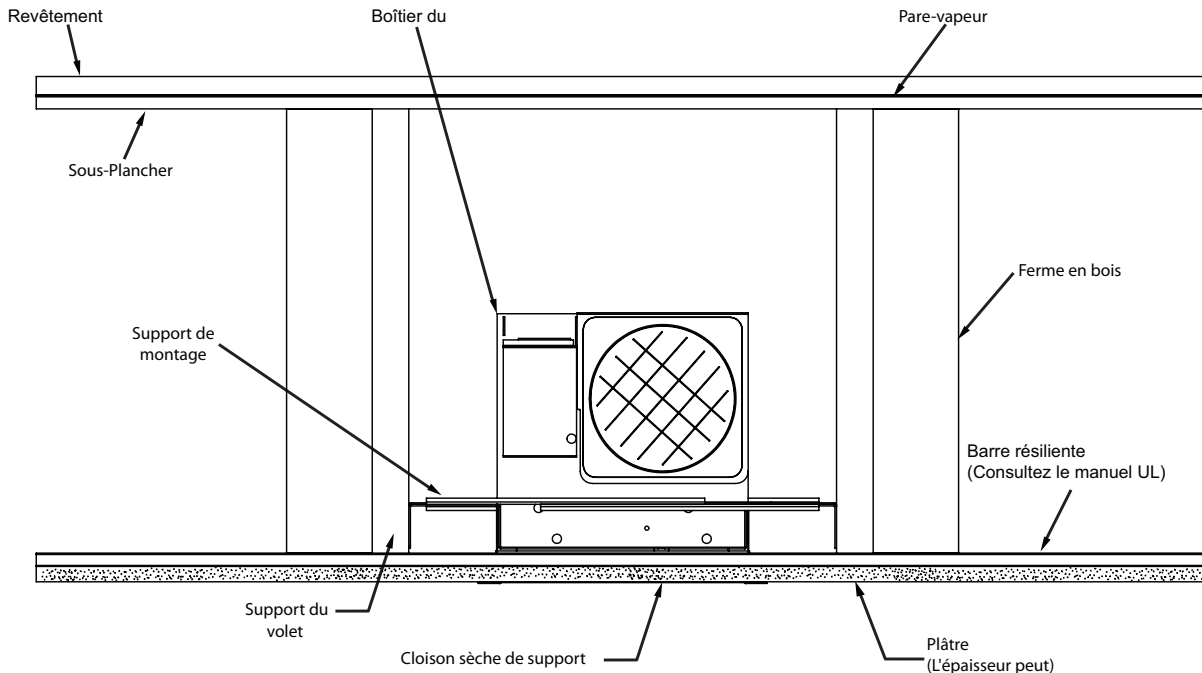
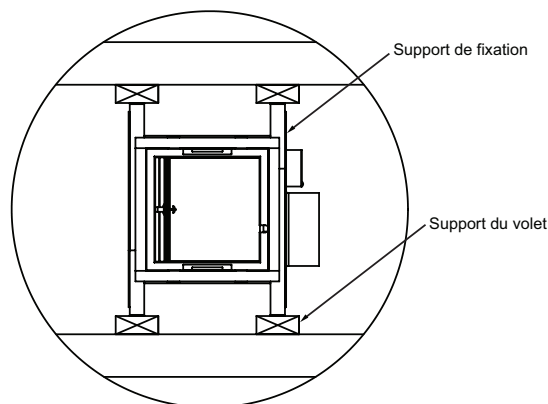

Figure 1
Figure 5
3. Avant d'installer le registre/ventilateur, le support de registre doit être installé dans le plafond (voir Figure 1 et Figure 5). Quatre supports de registre doivent être installés avec des coupes de 2x4 dans les fermes, centrées autour de l'emplacement du registre/ventilateur. Les supports de registre doivent être espacés de 11-9/16" (294) au centre. Le bas du registre doit être aligné avec le bas des fermes. Chaque support de registre doit être attaché aux éléments de ferme au moyen de vis à bois d'un minimum de 2" (51) de longueur à deux endroits au minimum..